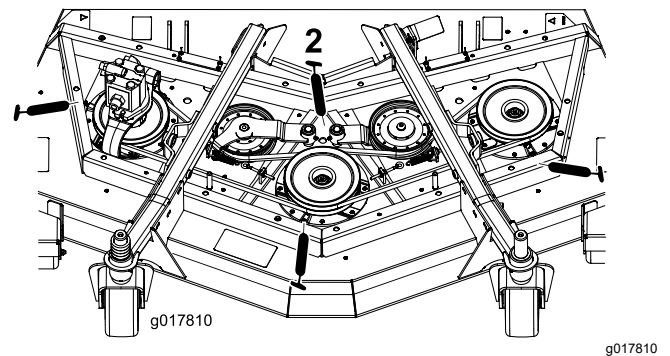

Bild 42
- Drei Spindelwellenlager (unter der Riemenscheibe) (Bild 42)
- Zwei Spannarm-Drehbüchsen (Bild 42)